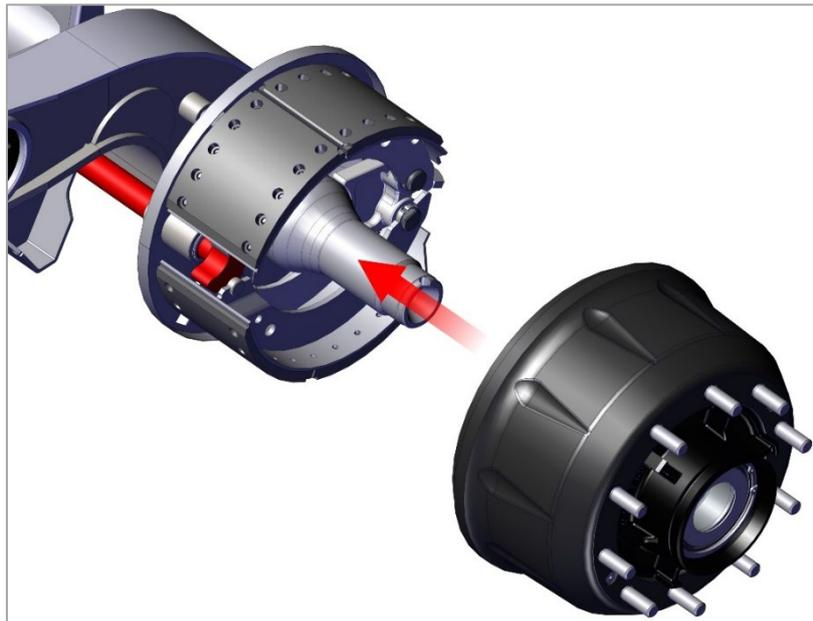

Рис. 14. Монтаж тормозного барабана.
1) Если ступица и барабан были сняты с оси, то выполняйте монтаж компонентов в порядке, обратном порядку снятия (рис. 14).